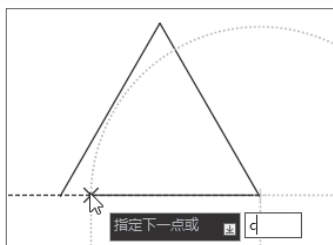
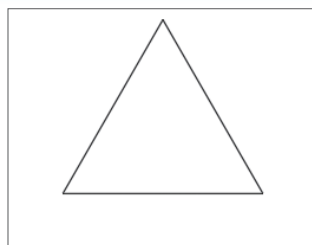

图 2-21
图 2-22
**步骤 05** 按Enter键，绘制三角形的第2条斜线边。继续向左移动光标，输入c，如图2-21所示。按Enter键闭合图形。至此，等边三角形绘制完毕，效果如图2-22所示。